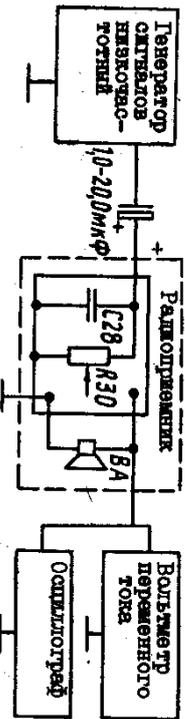

Рис. 3
5.3.3. Проверку тракта УНЧ начинайте с проверки монтажа на отсутствие короткого замыкания в цепях нагрузки и исправной динамической головки по схеме (рис. 3). После этого проверьте прохождение сигнала низкой частоты через усилитель низкой частоты, подавая от генератора сигналов низкочастотного на незаземленный вывод резистора R30 сигнал частотой 1000 Гц величиной 30 мВ.